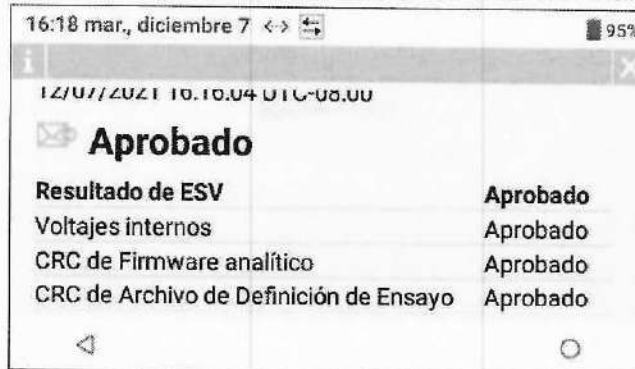

Figura 72: Ver los detalles de los resultados del análisis
**NOTA:** Para ver los detalles de los resultados del análisis de un análisis concreto en la **Base de Datos**, seleccione el resultado del análisis y se mostrarán los detalles de los resultados del análisis (Figura 72).